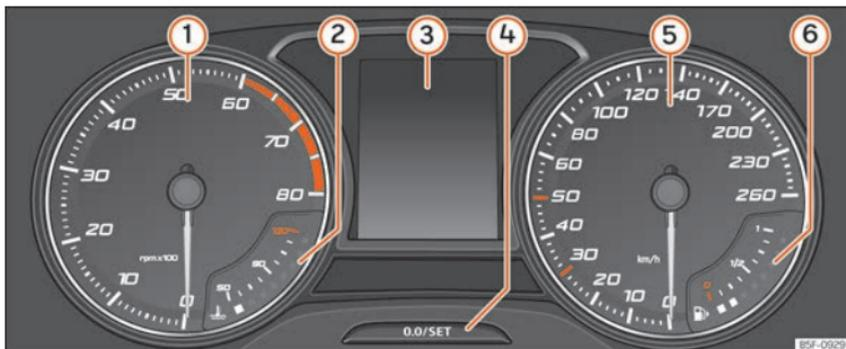

Abb. 54 Display des Kombi-Instruments in der Instrumententafel.
»» **Abb. 54:**
- Drücken Sie kurz die Taste **0.0/SET** »» **Abb. 54** Ⓞ, um den Tageskilometerzähler auf 0 zurück zu setzen.